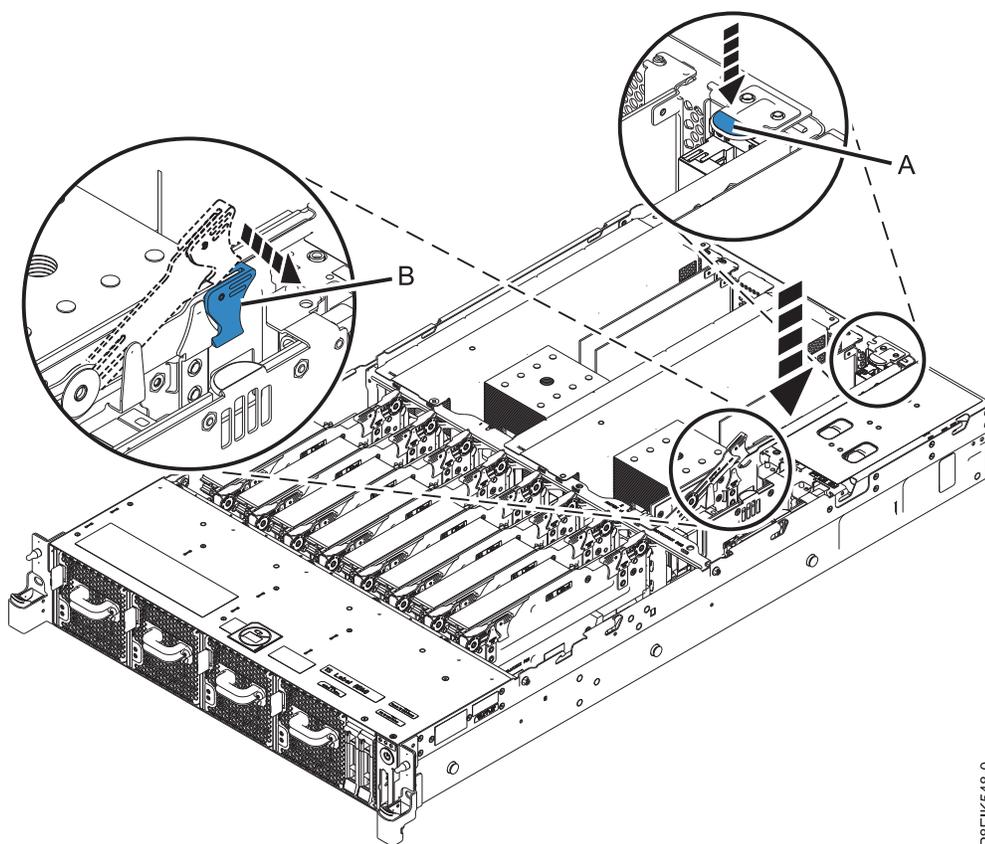

図 114. BMC カードの取り替え
4. 青色のタブ (A) とリリース・ラッチ (B)(図 114 を参照) を使用して、BMC カードをコネクターにしっかりと押し込みます。リリース・ラッチ (B) を押して閉位置にします。